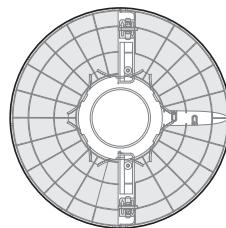

Fig.2
3. Pase el cable de alimentación a través de la ranura e inserte el cuerpo del ventilador en la base. (Ver Fig. 2)